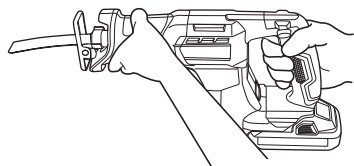

Fig. 14
- Voyez à tenir le corps du haut du logement. (Fig. 14)